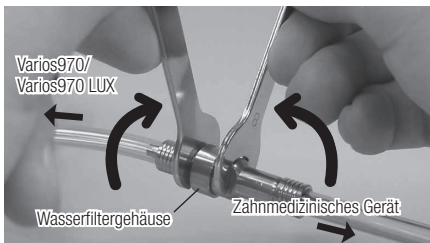

Abb.42
- 2) Bringen Sie zwei Schraubenschlüssel (5 x 8) an und drehen Sie diese wie in Abb. 42 gezeigt.